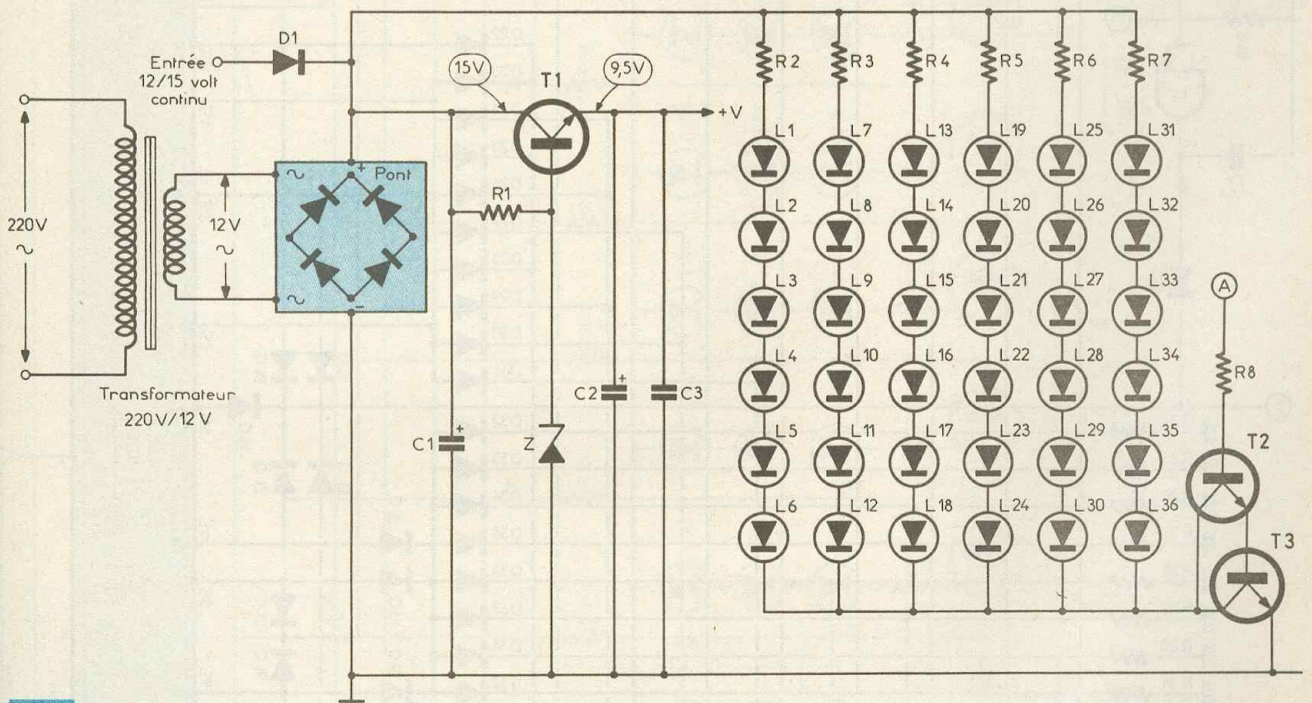

Fig. 2 Alimentation et allumage du contour « sapin ».
a) Alimentation (fig. 2)
b) Allumage des LED du contour « sapin » (fig. 2)